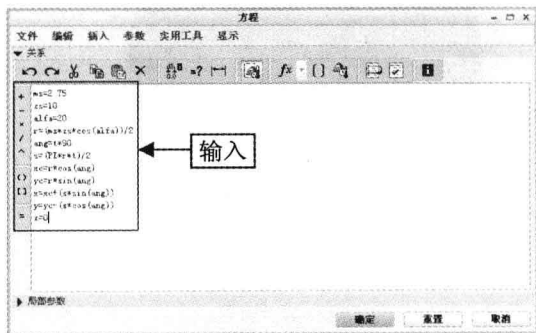

图 14-29 输入方程
Step 03 弹出“曲线：从方程”选项卡，单击“方程”按钮，弹出“方程”对话框，在对话框中输入方程，如图 14-29 所示。